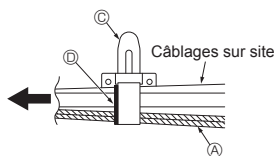

Fig. 6-10
- Serrer le fil de raccordement en option ④ et le câblage sur site à l'aide du ruban ⑩. (Fig. 6-10)
- ④ Fil de raccordement du KIT DE VANNE en option
- ② Boîtier électrique
- ③ Collier de câble
- ⑩ Ruban